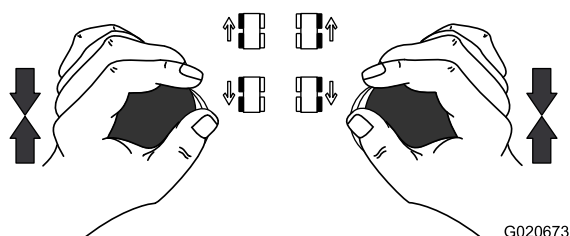

Figure 37
- Pour **immobiliser** la machine ou changer de direction, ramenez les leviers en position point mort (position par défaut) (Figure 37).